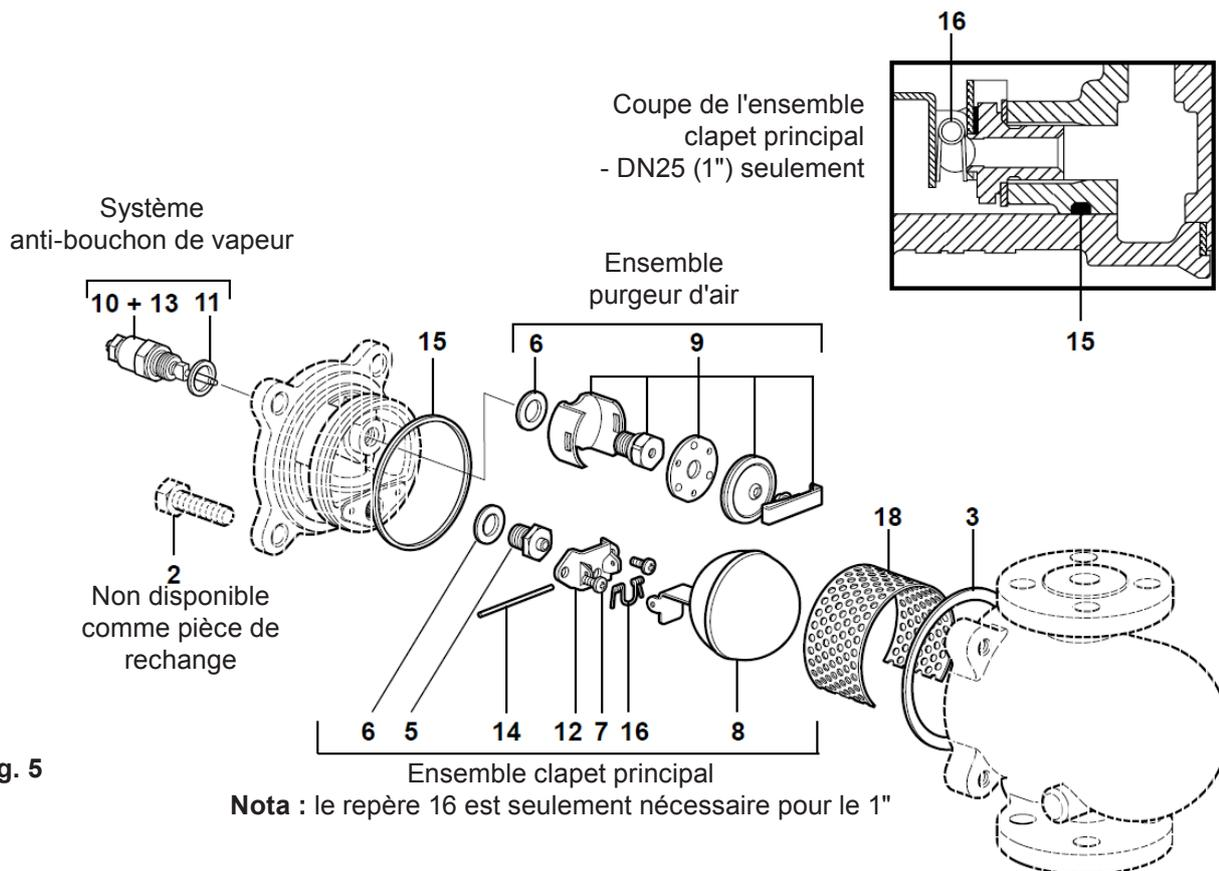

Fig. 5
**Nota :** les sections suivantes doivent être lues tout en observant la figure 5, page 10.